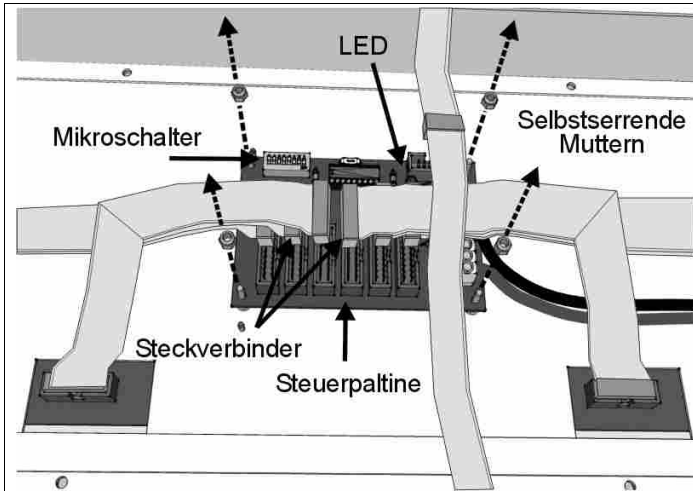

Abb. 14: Ersetzen einer Steuerplatine
2. Das Anschlusskabel zwischen der LED-Platine und der Steuerplatine wechseln (Abb. 14).
- b) Die Steuerplatine ausfindig machen, die über die 16-Wege-Flachkabel an die LED-Platinengruppe angeschlossen ist (Abb. 14). Wenn, nachdem die Anzeigetafel unter Spannung gesetzt wird, die an dieser Steuerplatine vorhandene LED (Abb. 14) eingeschaltet blinkt, die Steuerplatine (Kap. 7.2) ersetzen; andernfalls, sofern die LED ausgeschaltet ist, das 10-Wege-Anschlussflachkabel zwischen der Steckverbinderplatine und den Steuerplatinen ersetzen.
6. Die auf der Innenseite der Halterung untergebrachte Steuerplatine, an welche die nicht funktionierenden LED-Platinen angeschlossen sind, ausfindig machen (Abb. 14); danach alle Steckverbinder aus der Steuerplatine herausnehmen und
7. Mittels eines 5,5 mm Schlüssels die 4 Befestigungsschrauben der Steuerplatine abschraube (Abb. 14) und sie dann aus ihrer Aufnahme herausnehmen.